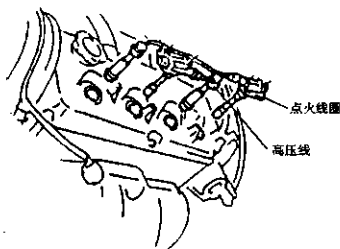
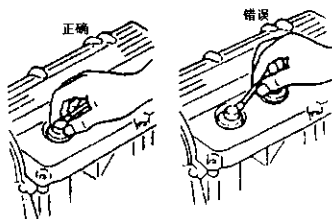

图 4-6 从点火线圈上拆下高压线
图 4-7 正确操作方法
①从点火线圈总成上拆下高压线。如图4-6所示。拆卸时，应用手握住帽盖，不允许用拉线方式进行拆卸，这样避免损伤电线内部，正确操作方法，如图4-7所示。